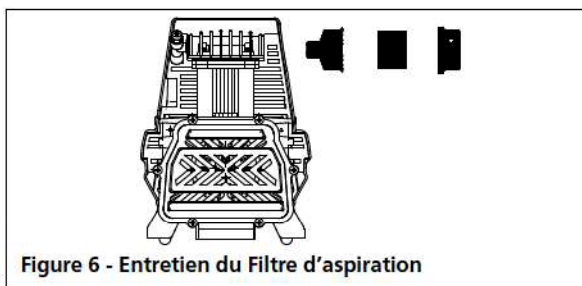

Figure 6 - Entretien du Filtre d'aspiration
Retrait, inspection et remplacement (Figure 6).
4. Réinstaller le filtre, le couvercle et le boulon. Avant l'utilisation, vissez le filtre d'aspiration dans l'ouverture filetée sur le côté de la tête de compresseur, comme illustré à la figure 6.